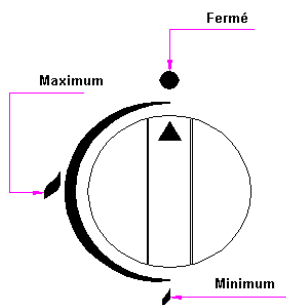

Fig. 3
- Appuyez la commande du brûleur choisi et d'un quart de tour en sens inverse des aiguilles d'une montre arriver à la position de maximum (Fig. 3).
- Pour le brûleur au minimum tournez la commande en sens inverse des aiguilles d'une montre sans appuyer de la position maximum à la position minimum. (Fig.3)